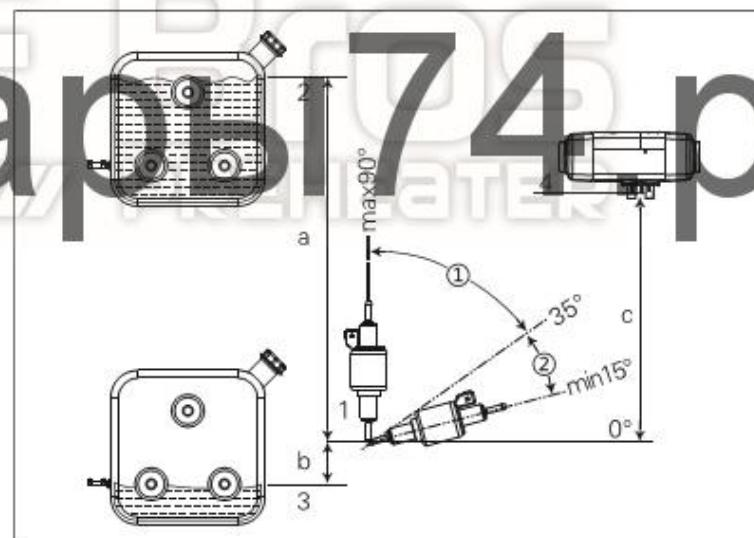

Рис. 14
4.4.1 В автомобиле топливный насос должен быть закреплен хомутом с резиновой защитой. Выход топливного насоса должен быть наклонен вверх, его угол установки устанавливается в диапазоне от  $15^{\circ}$  ~  $35^{\circ}$  (рисунок 14). Если условия допустимы, то топливопровод от топливного насоса к главному устройству отопителя следует постепенно поднять.
4.4.2 Перепады высот между поверхностью топлива и топливным насосом, перепады высот между топливным насосом и подающим отверстием главного устройства (См. Рис.14) создают давление (или всасывание) в топливном канале, таким образом, эти размеры должны соответствовать следующим требованиям:  $a \leq 3\text{m}$ ;  $b \leq 0,5\text{m}$ ;  $c \leq 2\text{m}$ .